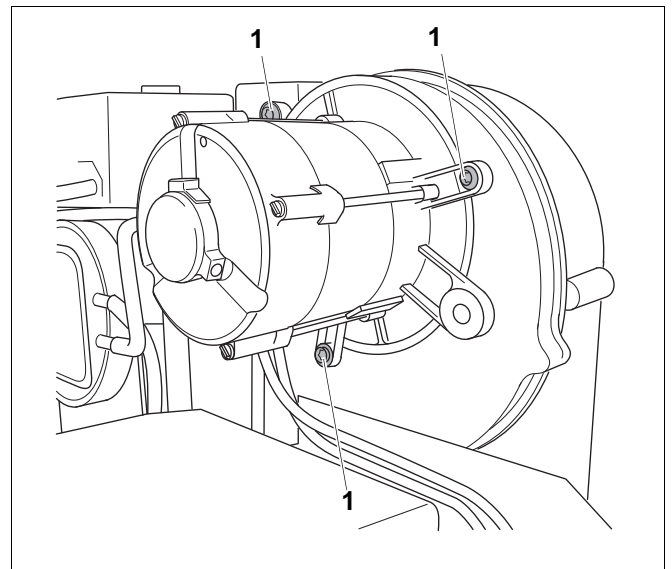

Рис. 53 Винты на двигателе вентилятора
- Отверните три винта (рис. 53, поз. 1).